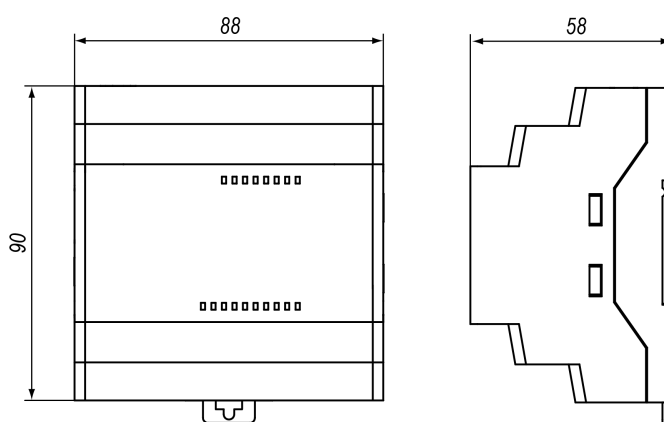

Рисунок 4.1 – Габаритні розміри
1. Підготувати на DIN-рейці місце для установлення відповідно до розмірів пристрою (див. рисунок 4.1).